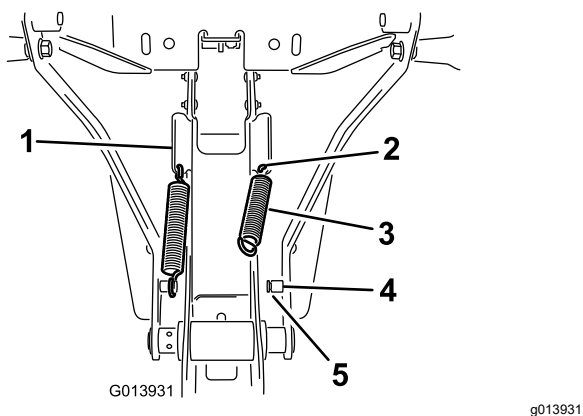

图 18
- 将弹簧安装在框架总成侧面斜角凸耳下端的孔中图 18。
- 将弹簧的一端钩到孔中将另一端钩到弹簧立柱上图 18。
- 确保弹簧端已正确固定在立柱的槽中图 18。